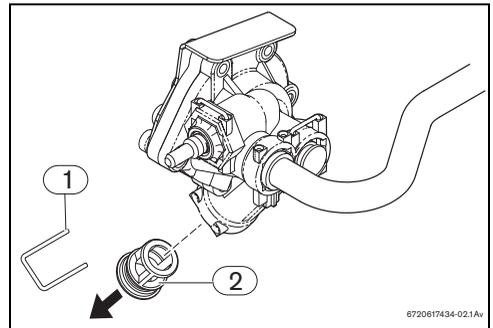

Fig. 10 Purga
- ▶ Retirar la grapilla de fijación de la tapa del filtro (Fig. 10, [1]).
- ▶ Retirar la tapa del filtro (Fig. 10, [2]) del cuerpo de agua.
- ▶ El aparato no deberá instalarse en lugares cuya temperatura ambiente pueda ser inferior a 0 °C. En caso de que exista riesgo de congelación, desconecte y purgue el aparato (→ Fig. 10).